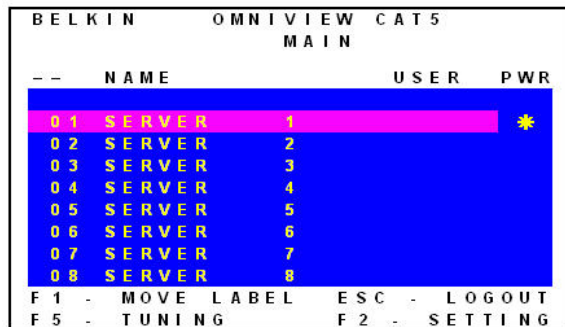

Abb. 10 Hauptfenster des Bildschirmmenüs
1. Drücken Sie auf der lokalen Tastatur auf die Rollentaste. Das Hauptfenster des Bildschirmmenüs erscheint (s. Abb. 10).